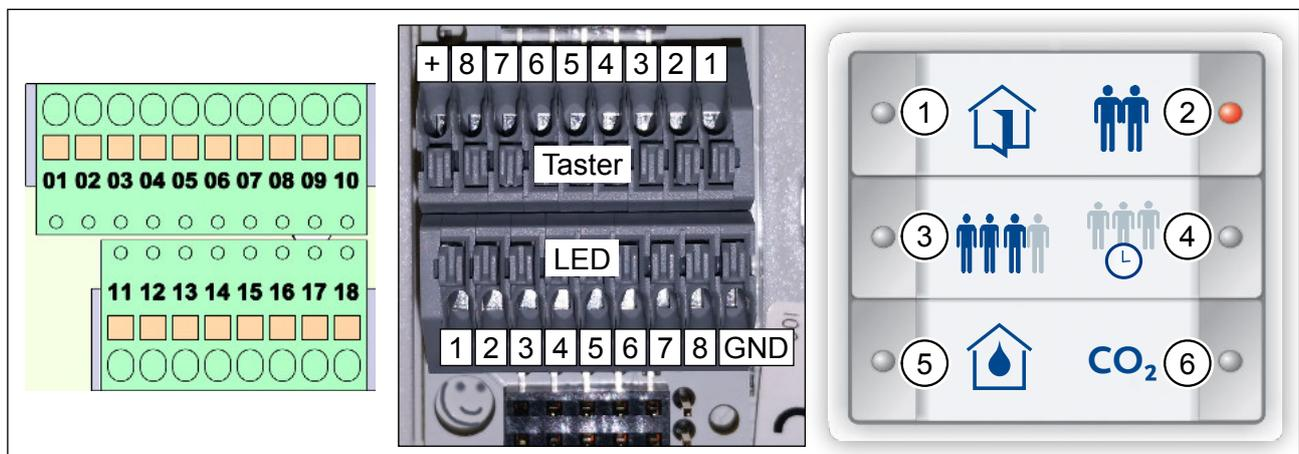

Abb. 7: Klemmenblöcke M-WRG-S/Z-T-FC, Klemmenblöcke Tastsensor InControl, Einlegeblatt M-WRG-S/Z-T-FC
- ▶ Legen Sie nach der Verdrahtung das Einlegeblatt (Abb. 7) in den Tastsensor InControl.